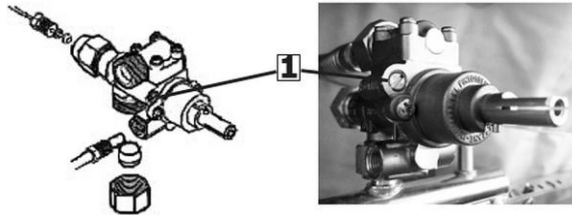

Abb. 9
1. Entfernen Sie den Drehregler und stellen Sie die Minimal- oder Bypass-Schraube **1** ein (Abb. 9).